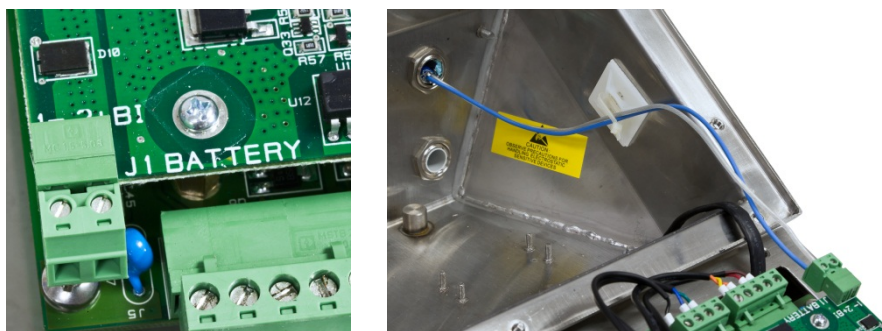

Figura 3-32: Connettore al pacco batteria PAB (a sinistra) e installazione del cavo batteria
10. Infine, i due fili provenienti dal cavo di collegamento della batteria al NiMH terminano nei due terminali della porta J1-BATTERY sull'IND560x-PAB (Figura 3-32). Il colore del filo per ognuna di queste connessioni è elencato nella Tabella 3-10. Fissare ogni eventuale filo libero nel pacco batteria all'alloggio del terminale IND560x come mostrato nella Figura 3-32.